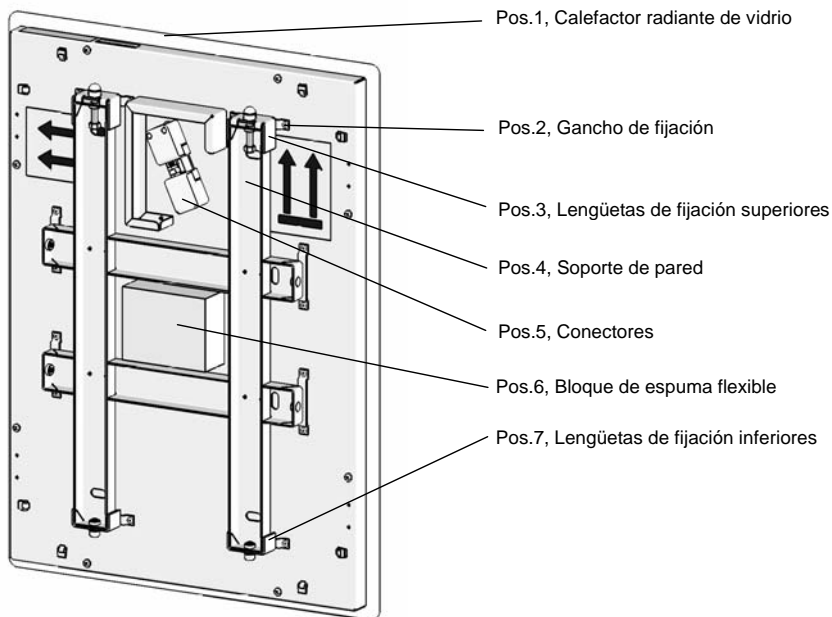

Imagen 1: Vista trasera del aparato
- ¡No retirar el bloque de espuma flexible (Imagen 1, pos.6) de la parte posterior del aparato! No es un material de embalaje, sino un elemento de instalación del aparato en la pared.
El soporte de pared (Imagen 1, pos.4) se suministra montado en el aparato. Para el montaje, el soporte de pared debe desatornillarse del calefactor radiante de vidrio. Para ello retirar hasta el tope los dos tornillos hexagonales (SW 5) de las lengüetas de fijación superiores (Imagen 1, pos.3) de tal forma que las lengüetas salgan de los ganchos (Imagen 1, pos.2) mediante la fuerza del muelle. Dado que el aparato está preparado para el montaje vertical, las lengüetas de fijación superiores se encuentran en el lateral del aparato, en el cual se encuentra también la conexión de enchufe de la línea de alimentación (Imagen 1, pos.5). Después de aflojar los tornillos, tirar del soporte de pared hacia arriba hasta separarlo unos centímetros del aparato y retirarlo con un movimiento hacia abajo.